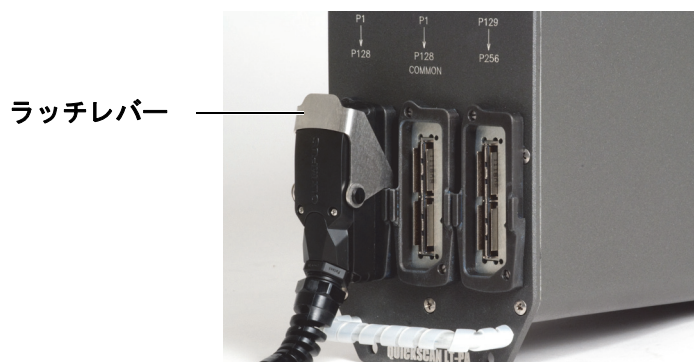

図 A-3 フェイズドアレイー新コネクタのラッチレバー
3. ラッチレバーを押し下げ、コネクタをロックします (77 ページ図 A-3 参照)。
1. ラッチレバーを引き上げ、コネクタのロックを解除します (77 ページ図 A-3 参照)。